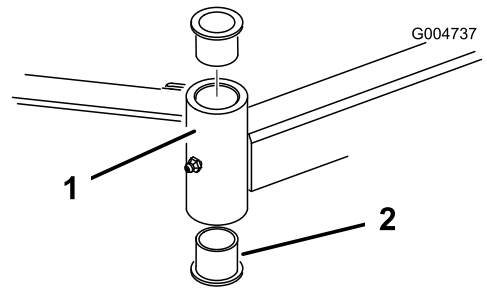

図 22
4. ピンポンチを使って、チューブの上または下からブッシュをたたき出す 図 22。もう1個のブッシュ